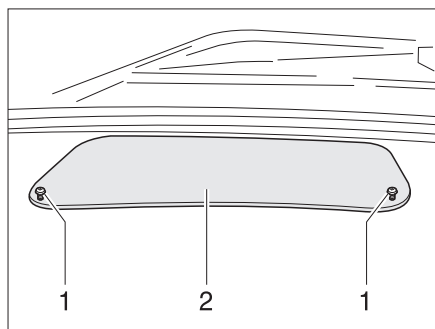
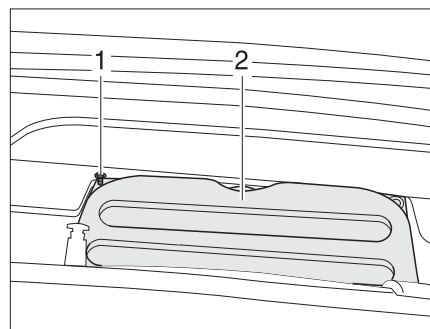

Fig. 28 Cache dans le tableau de bord
Fig. 29 Cache vers le compartiment moteur
- Desserrer deux vis (Fig. 28,1) et enlever le cache (Fig. 28,2).
- Dévisser six vis à six pans creux (Fig. 29,1) et les enlever avec les rondelles.
- Retirer le cache (Fig. 29,2).
- Revisser les deux caches (Fig. 29,2 et Fig. 28,2).